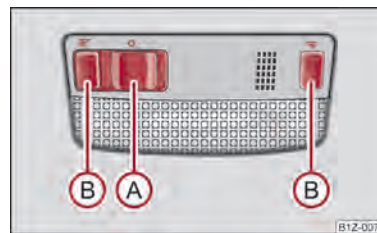

Fig. 31 Iluminación interior del vehículo - Variante 1
- Posicione el interruptor (A) en el borde de la lámpara; se visualizará el símbolo 𐀀 ⇒ fig. 31.